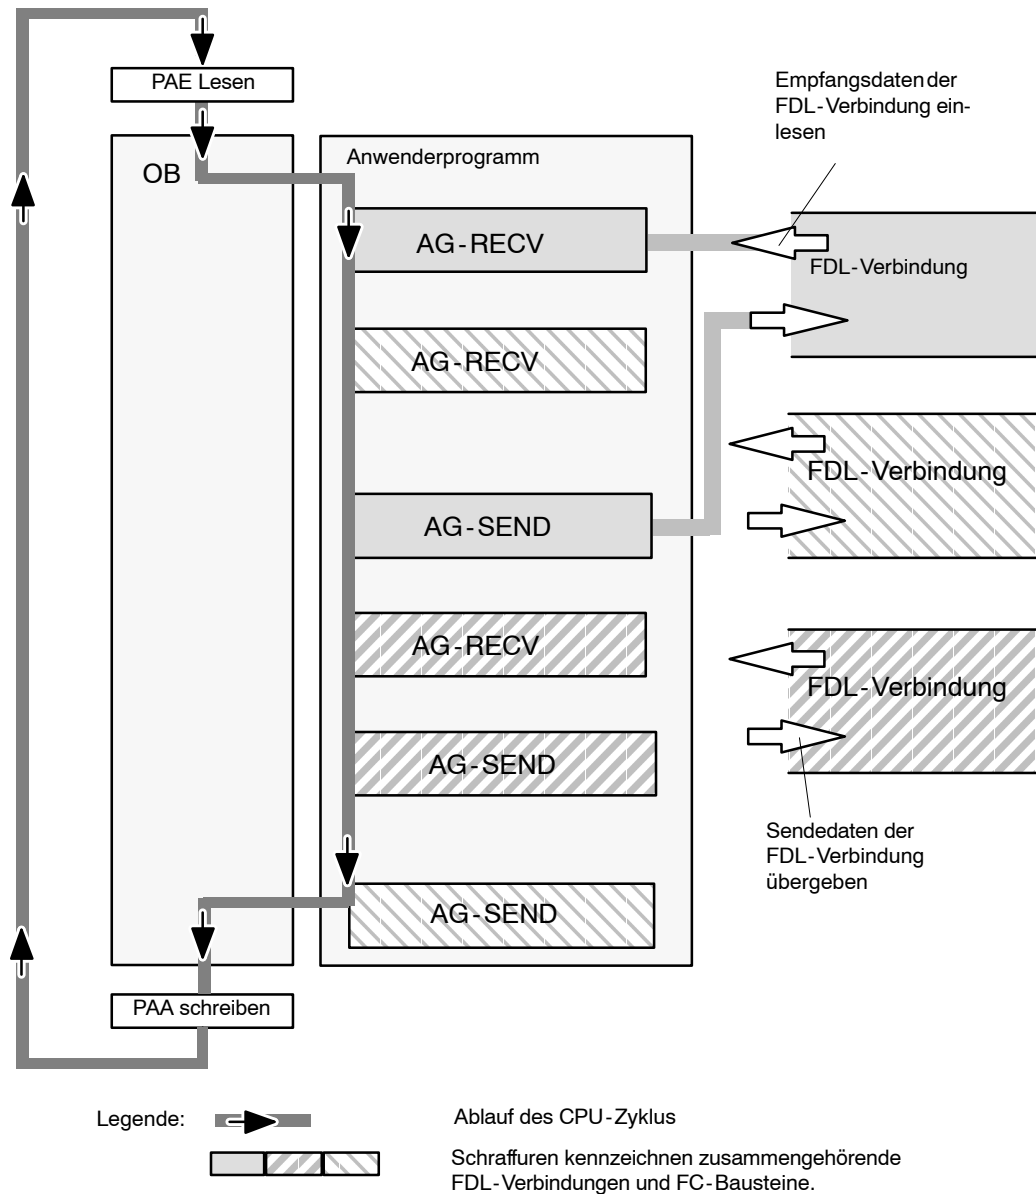

Bild 7-9 Typische Ablaufsequenz für FDL-FC-Bausteine im CPU-Zyklus
- Das Anwenderprogramm, das aus beliebig vielen Bausteinen (OB, FB oder FC) bestehen kann, greift auf mehrere FDL-Verbindungen zu. (im Bild 7-9 dargestellt sind 3 Verbindungen).